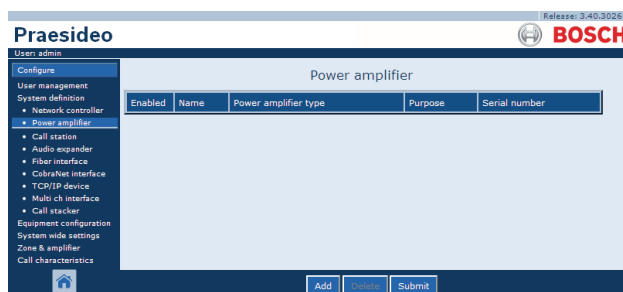

Abb. 42.4: Neue Endstufe hinzufügen, Schritt 1
- 1 Rufen Sie *Configure > System definition > Power amplifier* auf. Im Mainframe der webbasierten Benutzeroberfläche erscheint ein Bildschirm, der dem in Abb. 42.4 ähnelt.